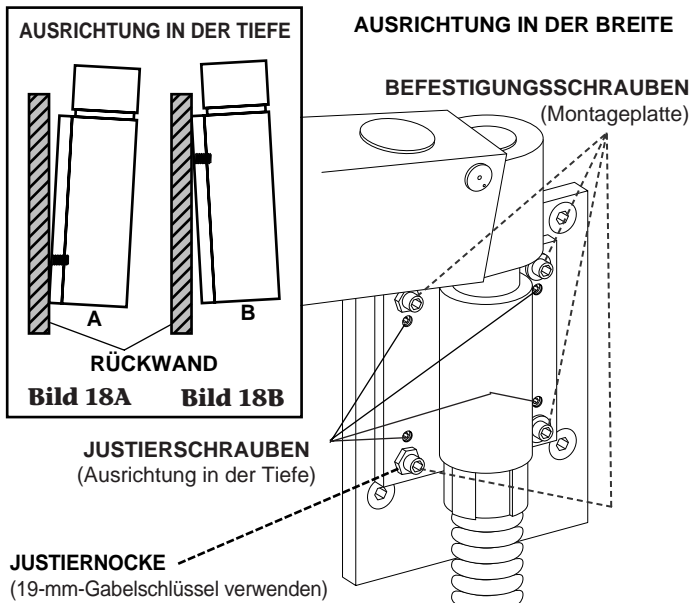

Bild 18. Wandbefestigung waagrecht ausrichten
Zum Element gehören zwei Justierschrauben. Diese Schrauben befinden sich entweder in den oberen oder in den unteren Justierschrauben-Öffnungen (siehe Bild 18 auf Seite 20).
3. Drehen Sie mit einem 19-mm-Gabelschlüssel vorsichtig die Justiernocke (siehe Bild 18), bis das Duo-Element in der Breite waagrecht ist.